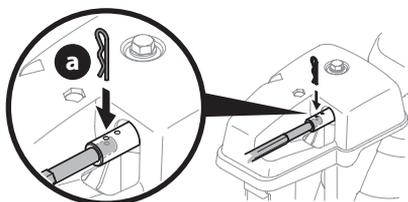

Figure 52
4. Tirez la tige de commande jusqu'à ce que le trou sur la tige s'aligne avec le deuxième trou du raccord de la tige. Voir Figure 52.